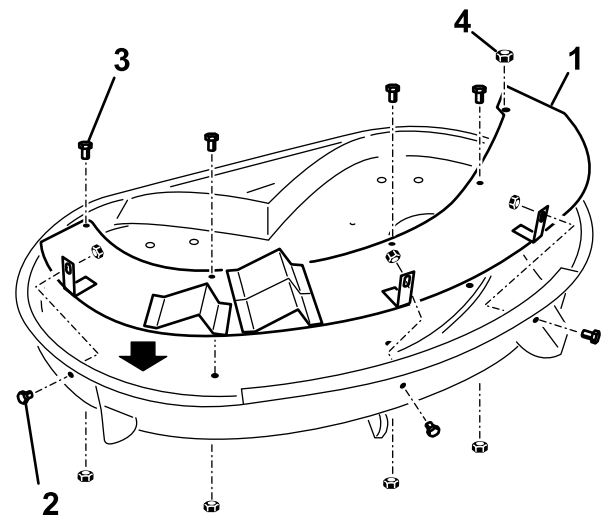

Figure 2
1. Montez le déflecteur supérieur, les languettes pointées vers l'intérieur du plateau de coupe, comme illustré à la Figure 2. Le filetage de la tige de l'éjecteur doit sortir par le trou du déflecteur.
2. Vissez le contre-écrou retiré précédemment sur la tige de retenue de l'éjecteur pour fixer le déflecteur au plateau de coupe (Figure 2).
3. Montez trois boulons (5/16 x 5/8") et trois écrous à embase (5/16 pouce) sur chaque languette en passant par le côté du plateau de coupe comme illustré à la Figure 2. Montez les fixations en plaçant les écrous à l'intérieur.
4. Montez quatre boulons (1/4 x 5/8") dans le déflecteur jusqu'en haut du plateau de coupe et fixez-les avec quatre contre-écrous (1/4"), comme illustré à la Figure 2.